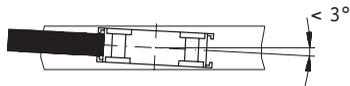

Abb. 7: Ausrichtung des Sensors
- Abstandsmaße zwischen Sensor und Magnetband sowie Winkeltoleranzen beachten, diese müssen über die gesamte Messstrecke eingehalten werden! (siehe Abb.7)
- Die Abstandstoleranz zwischen Sensor und Magnetband wurde nicht über die **gesamte** Messstrecke eingehalten, der Sensor streift auf dem Magnetband. (Abb. 7)